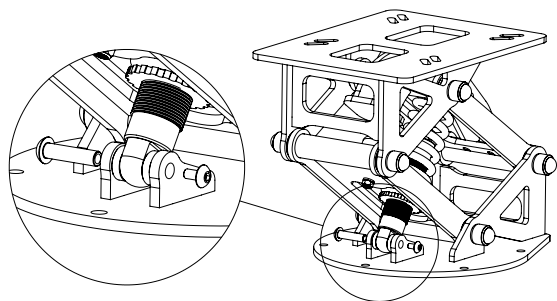

Рис. 1.
2. Установите амортизатор (поз.2), соблюдая сторонность (верх/низ и направление регулировочного винта), в нижнее место крепления и зафиксируйте его винтом (поз. 9) с помощью ключей (поз.12). Как показано на (рис.1).